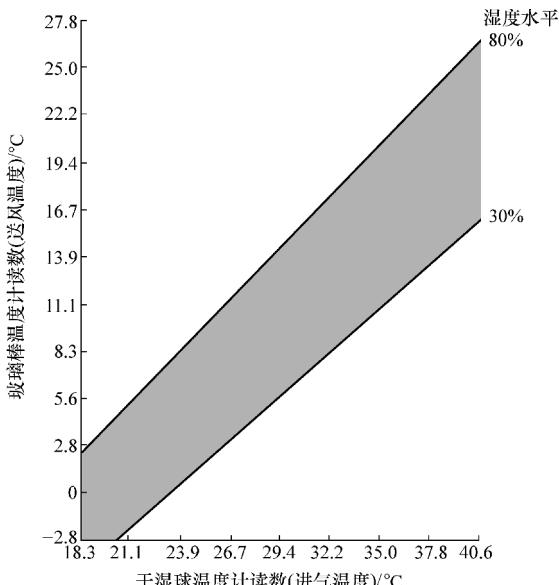

图7-5 送风/进气温度图
4) 记录送风/进气温度,并对照送风/进气温度图进行评价,如图7-5所示。送风温度与进气温度在阴影区域交叉为正常,若超出此区域说明制冷性能不良,应进一步检测。